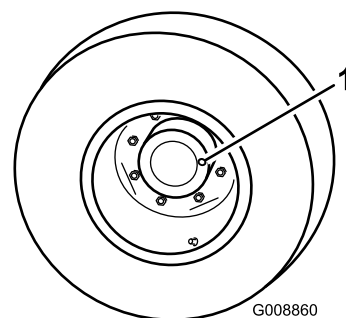

Figura 43
il tappo di controllo/riempimento (Figura 43) si trovi nella posizione ore tre o nove.
2. Togliete il tappo dal ruotismo planetario (Figura 43). L'olio deve raggiungere la base del foro di controllo sul lato posteriore del freno.